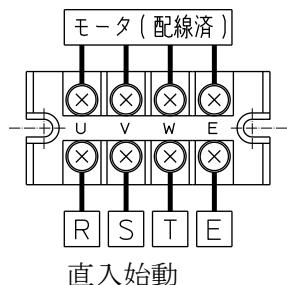
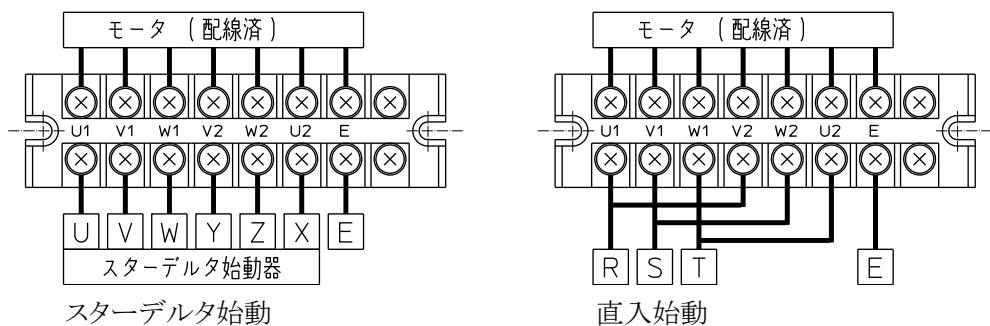

図 2 固定端子台に電源接続 (モータ 3.7kW 以下機種)
図 3 固定端子台に電源接続(モータ 5.5kW 以上機種)
- (1) モータシャフトを手回しして、異物の混入や接触箇所のないことを確かめてください。
- (2) 本機及びモータの銘板が電源設備の仕様と同じであることを確かめてから、電気工事技術者の元で、電気設備技術基準及び内線規定に従って電源を接続してください(図 2 もしくは図 3 参照)。